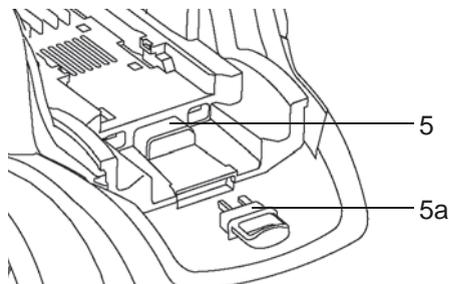

Fig.20
- > Insérez la clé de contact [5] dans la fente [5a]. Elle ne peut être insérée que dans un sens (Fig.20).